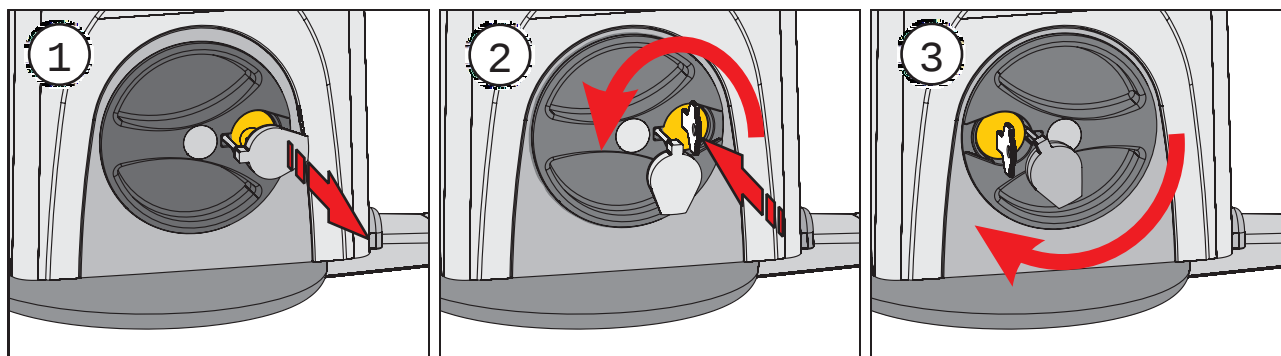

Fig. 1
- ① Togliere l'alimentazione al sistema agendo sull'interruttore differenziale.
- ② Sollevare il tappo di protezione della serratura, fig.1 rif. ①
- ③ Inserire la chiave e ruotarla in senso antiorario sino al suo arresto, fig.1 rif.②.
- ④ Ruotare la manopola di sblocco in senso orario sino al suo arresto, fig.1 rif.③.
- ⑤ Muovere manualmente l'anta.
- ① Cut power to the system with the differential switch.
- ② Lift the protective plug from the lock, fig.1 ref. ①
- ③ Fit the key and turn it anti-clockwise until it stops, fig.1 ref. ②.
- ④ Turn the release knob clockwise until it stops, fig.1 ref. ③.
- ⑤ Move the leaf by hand.